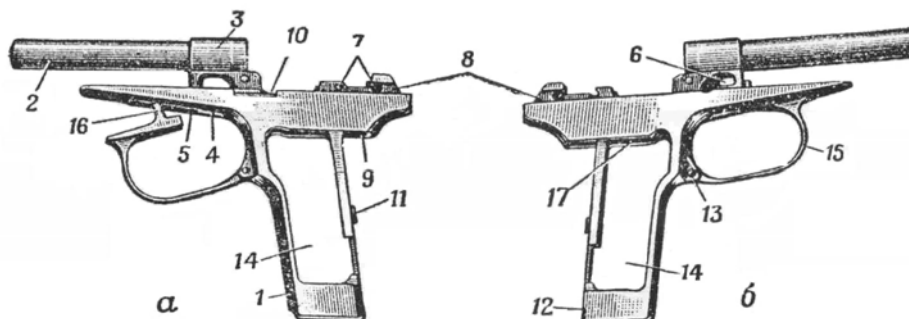

Рис. 41. Рамка со стволом и спусковой скобой:
– спусковая скоба, которая защищает спусковой крючок от случайных нажатий; Рисунок 41.